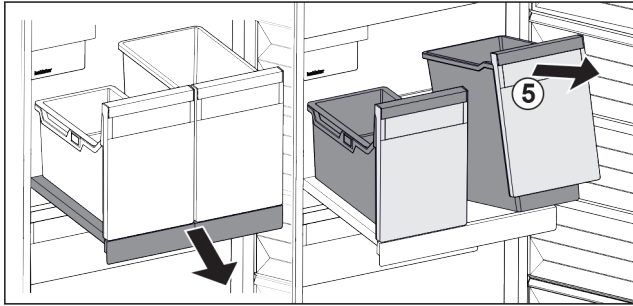

Fig. 33
- ▶ Behälter Fig. 33 (5) vorne anheben.